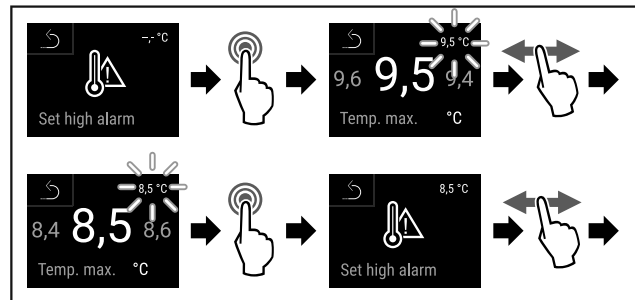

Fig. 141
- ▶ Efectuați pașii de acțiune (vezi Fig. 141).